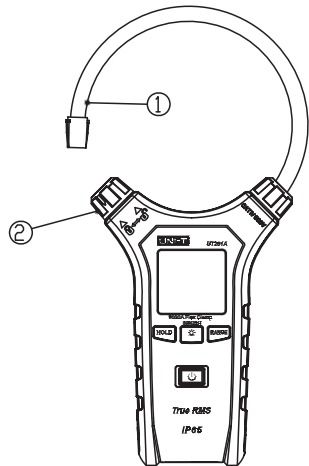

图 3
2. 按逆时针方向转动钳头锁定装置, 可松开柔性钳头(如图:3)。